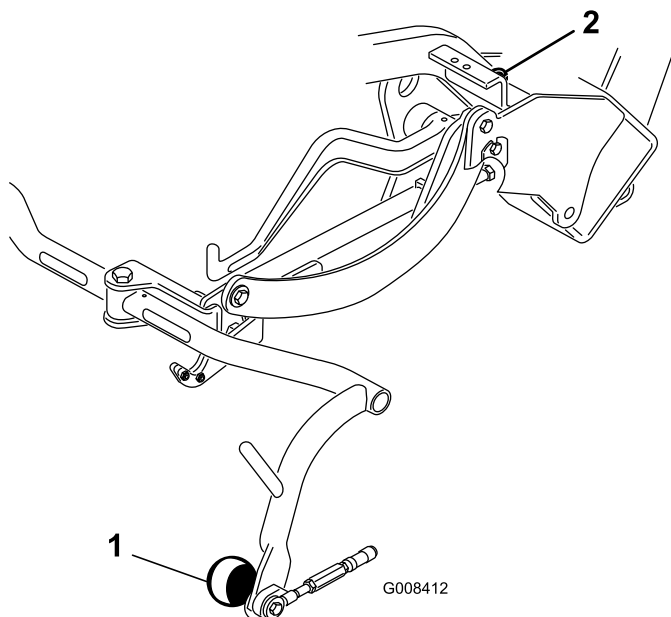

Figura 9
3. Se for necessário um maior ajuste, desaperte a porca de bloqueio no parafuso do batente da estrutura de suporte (Figura 9) e rode o parafuso para cima ou para baixo para elevar ou descer a estrutura de suporte. Aperte a porca de bloqueio depois de efectuar o ajuste.